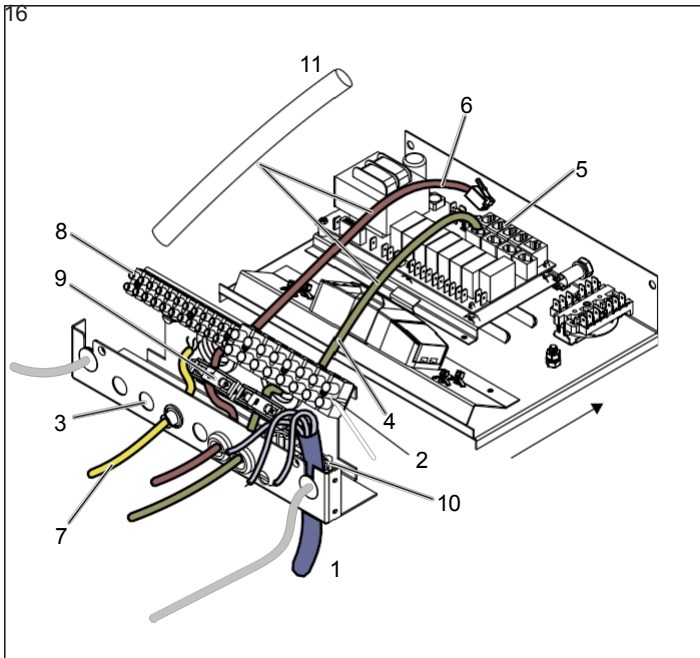
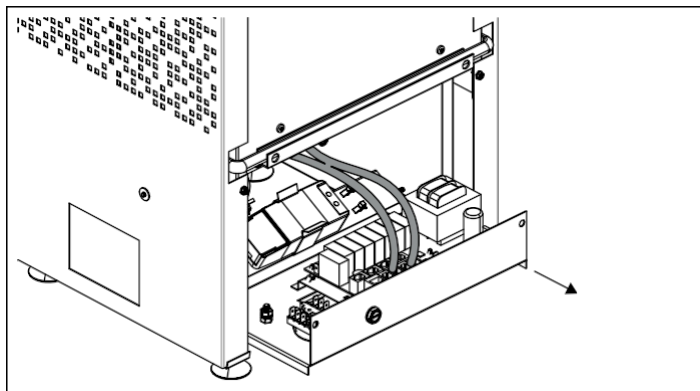
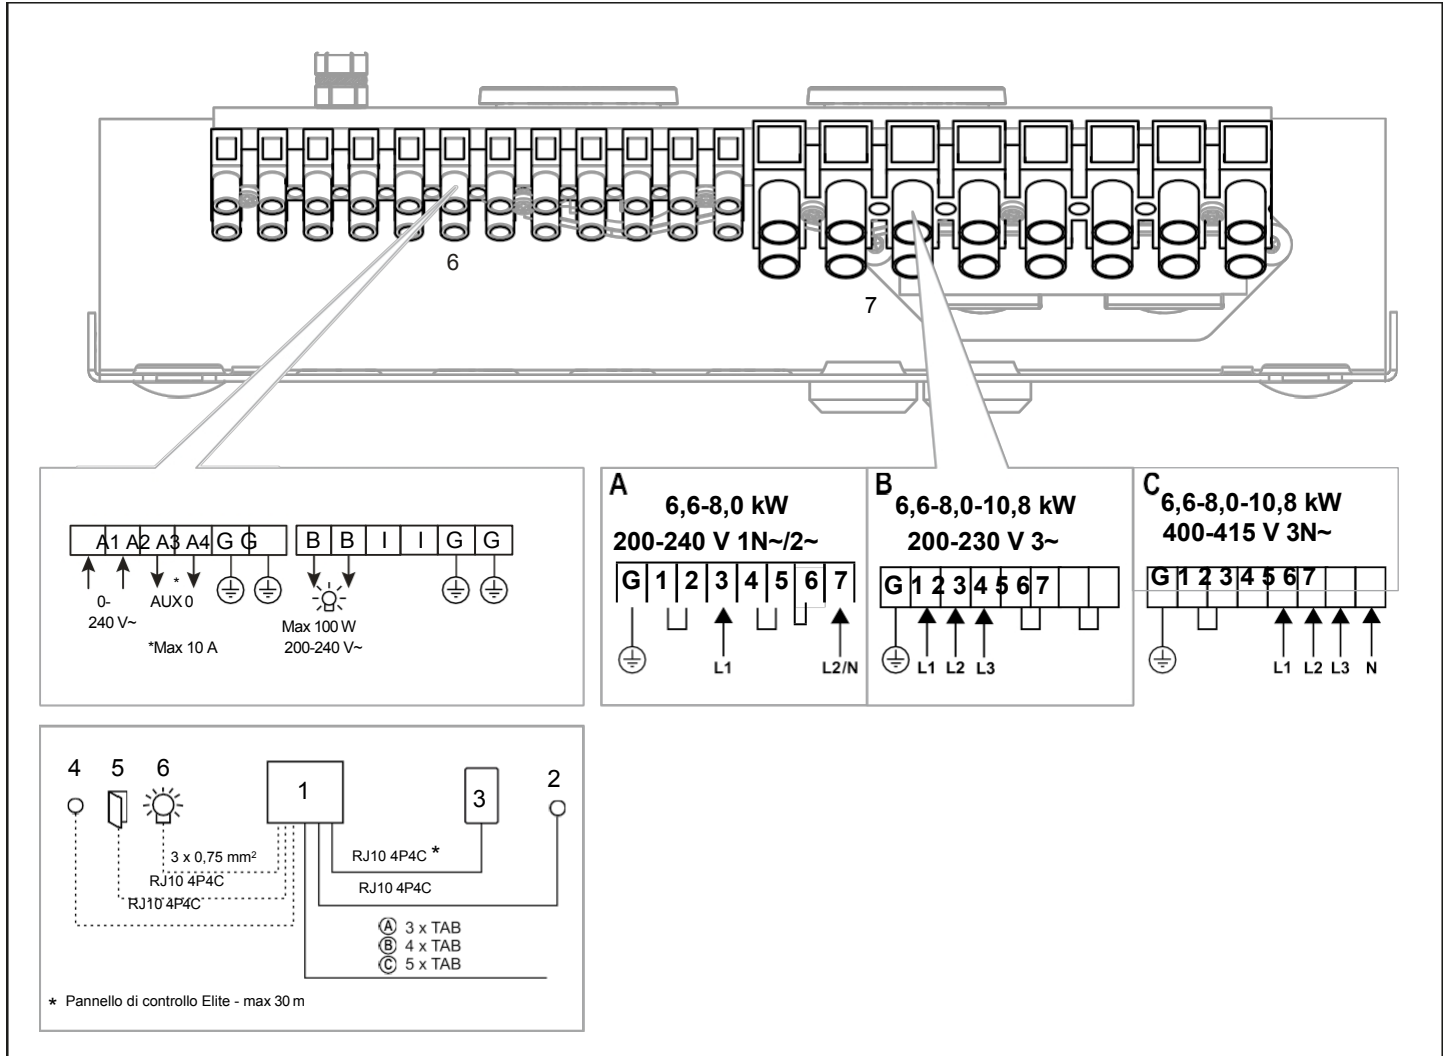
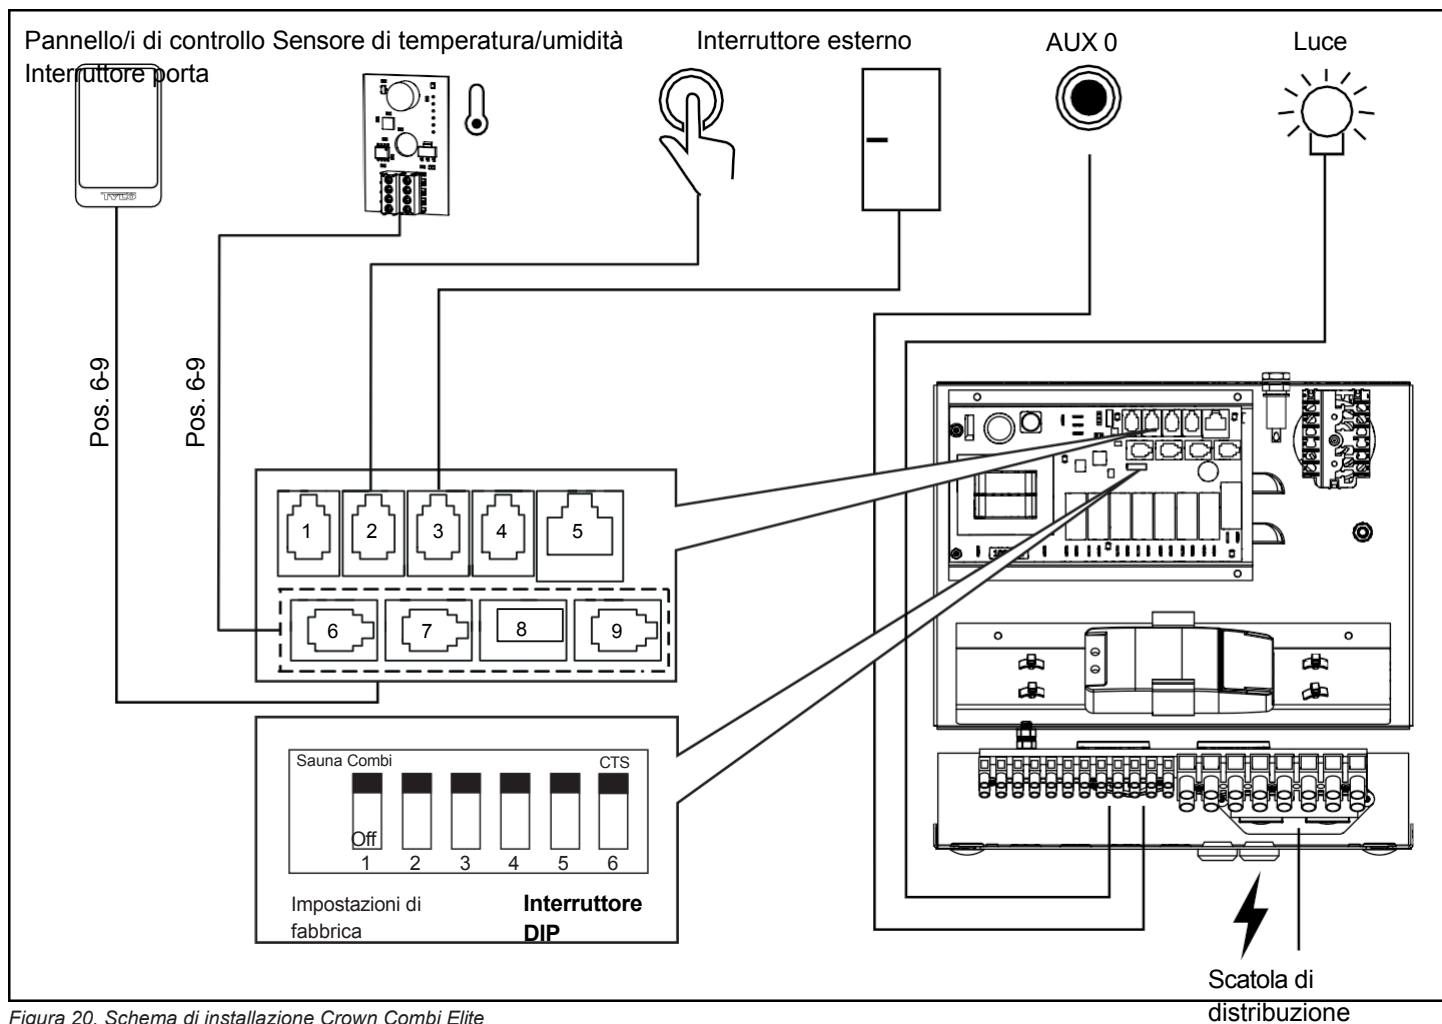

Figura 11: Vano elettrico
Figura 12: Estrarre il cassetto per facilitare l'accesso.
Figura 18: Schema elettrico
Figura 20. Schema di installazione Crown Combi Elite
5. Collegare il cavo elettrico (vedere Figura 11) secondo lo schema elettrico (vedere Figura 18).
6. Far passare i cavi del pannello di controllo e del sensore di temperatura attraverso i passacavi (vedere Figura 11). Collegare il cavo del pannello di controllo a uno dei quattro contatti RS485 (posizioni 6-9) (vedere Figura 20).
7. Collegare il cavo del sensore di umidità e temperatura (posizioni 6-9) (vedere Figura 20). Estrarre il cassetto per allungare i cavi e serrare i pressacavi (vedere la Figura 12).
8. Collegare il cavo della luce/Aux, vedere la Figura 10, secondo lo schema elettrico della Figura 18 (se pertinente).
Contattare il servizio clienti Tylö prima di collegare tensioni o numeri di fasi non elencati nello schema elettrico della figura 18.